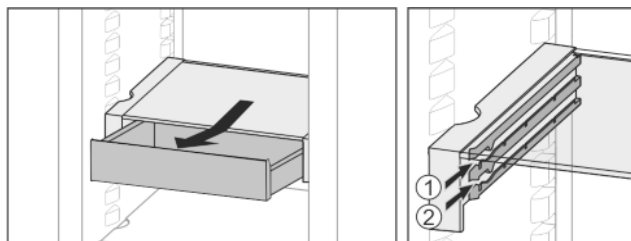

Fig. 26
- ▶ На любой высоте Fig. 26 (1) или Fig. 26 (2) вставьте.